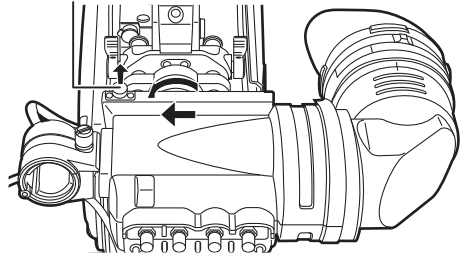

Fig. 2
- 4** Tout en tirant le bouchon du viseur vers le haut, glissez le viseur dans le sens de la flèche pour le fixer. (Fig. 2)